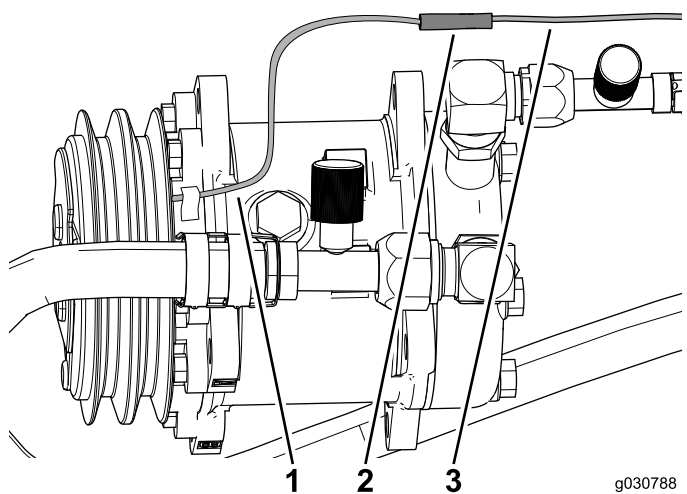

Рисунок 51
3. Подсоедините провод от компрессора кондиционера воздуха к штепсельному разъему на жгуте проводки (Рисунок 51).